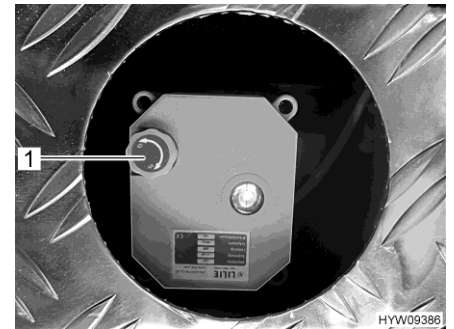

Fig. 135 Ruedecilla (válvula de aguas residuales)
- Para abrir la válvula de aguas residuales, tirar la ruedecilla (Fig. 135,1) hacia arriba y girarla en sentido contrario a las agujas del reloj hasta el tope. El sentido de giro está marcado en la ruedecilla (O para abrir, S para cerrar).
- Para cerrar la válvula de aguas residuales, tirar la ruedecilla (Fig. 135,1) hacia arriba y girarla en sentido de las agujas del reloj hasta el tope.